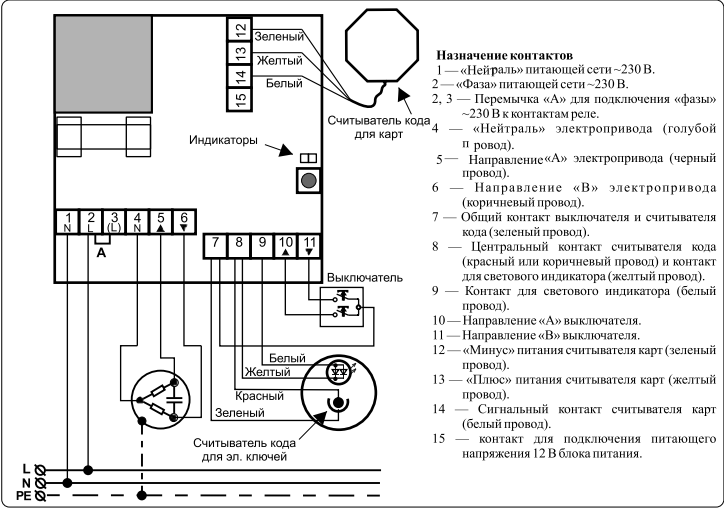

Рисунок 3 Типовая схема подключения Logo 8213 IP65
• ознакомиться с типовой схемой подключения устройства (см. рис. 3);